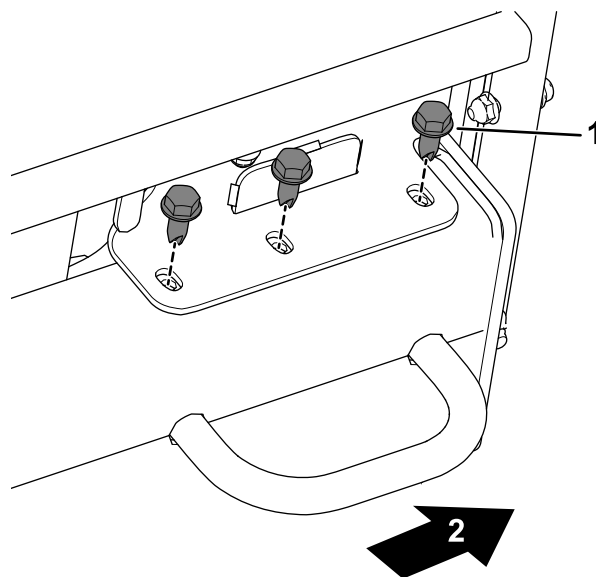

Figura 4
- A. Rimuovete i bulloni dalla guida del telaio su ciascun lato della macchina (Figura 4).